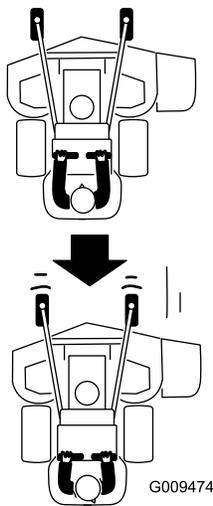

図 24
2. 走行コントロールレバーをゆっくりと後ろに倒す（図 24）。